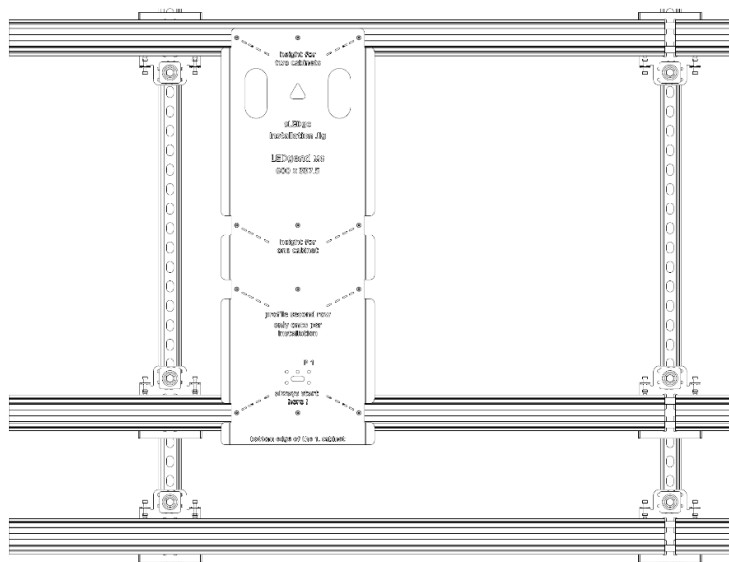

Abbildung 14 Vorderansicht Schablone mit zwei Cabinet-Abständen
- Wenn die nächste Reihe einen Abstand von zwei Cabinets hat, verwenden Sie den untersten Führungsstift für die aktuelle obere Reihe und den vierten Führungsstift für die nächste Reihe (siehe Abbildung 14)